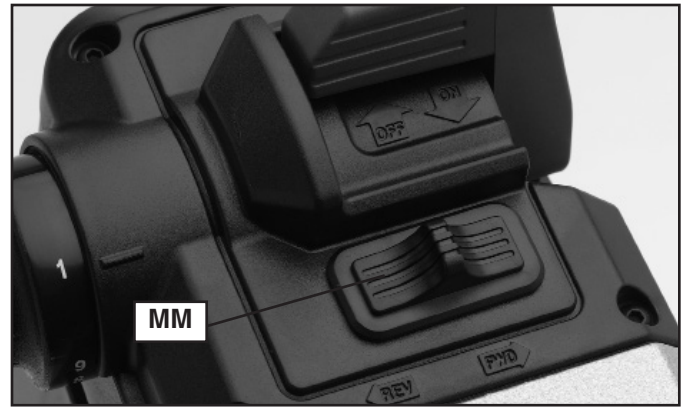

Fig. 28
2. Glisser le commutateur (MM), fig. 28, vers la position « FWD » (marche avant) ou « REV » (marche arrière) selon la rotation souhaitée.